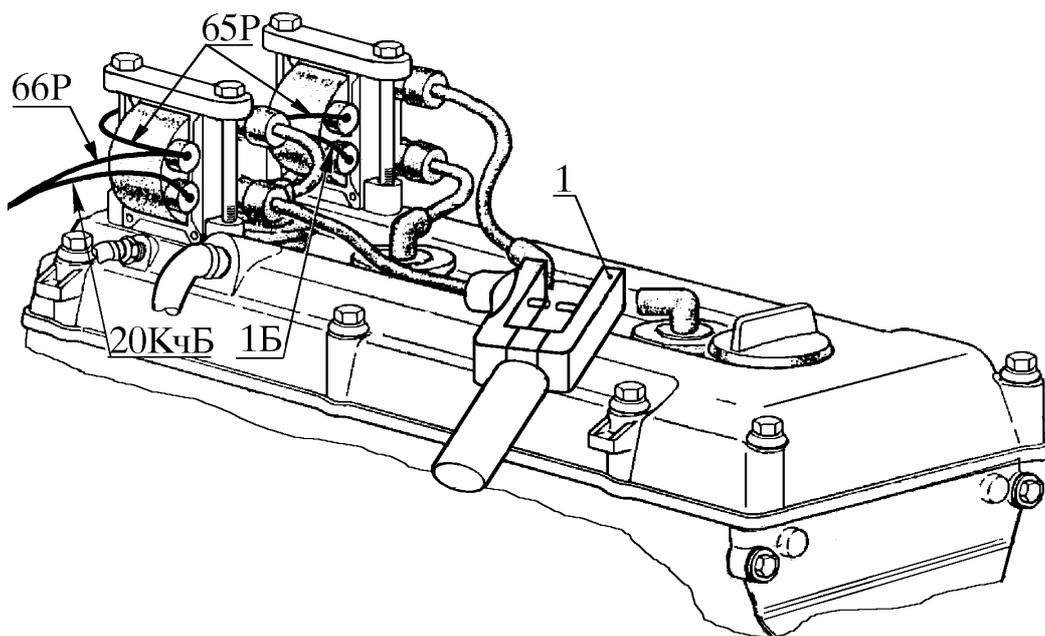

Рис. 8. Проверка искрообразования:
5.8.3.1. Проверить наличие высокого напряжения с помощью высоковольтного разрядника с искровым зазором 4 - 5 мм, подключенного между высоковольтным проводом от катушки зажигания и “массой” (рис. 8).
При отсутствии искрообразования отсоединить по разделу 10 колодку жгута проводов от блока управления. Включить принудительно реле *K46* (см. схему раздела 3), замкнув контакты 3 и 19 и, включив зажигание, проверить наличие напряжения 12В на выводах 27, 37, 18, 20 и 1 колодки. Если напряжение отсутствует, проверить цепь низкого напряжения катушек зажигания (рис. 8а) (замок зажигания *S1 - P - X₁₄ - P - X38₂ - предохранитель 15А - 66P - 65P - 1Б - D23 - Ч - "масса"*) на наличие обрыва или нарушения контактов в местах соединения проводов.
5.8.3.2. Проверить состояние свечей зажигания 2 (рис. 8б), поочередно вывинтив их из головки цилиндров.
Рис. 8б. Проверка зазора между электродами свечей зажигания:
Рис. 8а. Проверка электрической цепи системы зажигания: